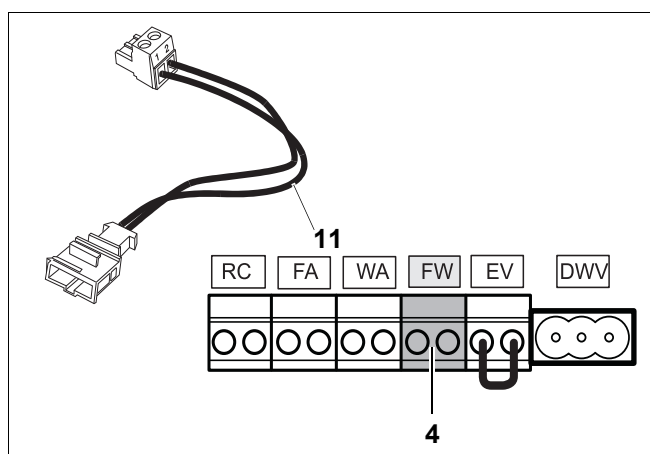

Bild 35 Uttagsplint – varmvattentemperaturgivare (anslutningsfärg grå)
- Anslut varmvattentemperaturgivaren till den grå klämman FW (bild 35, pos. 4). Använd då adapterkabeln som levererades med varmvattentemperaturgivaren (bild 35, pos. 11).